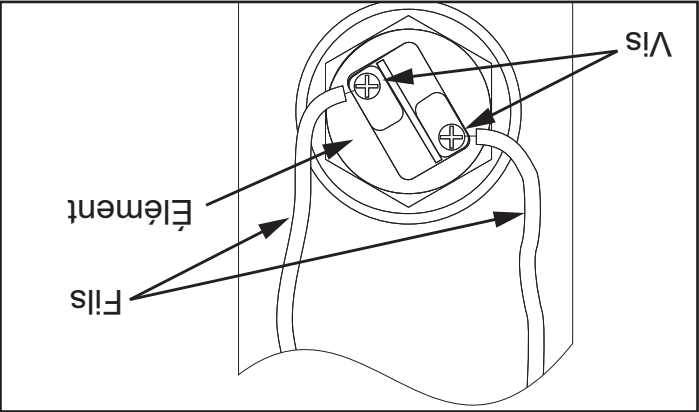
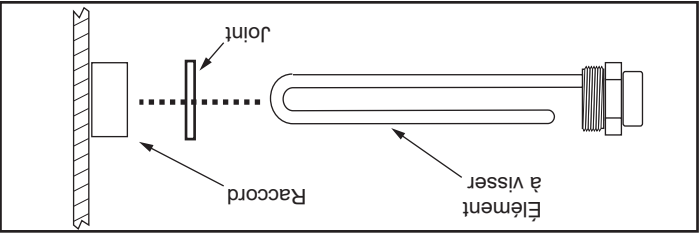

Figure 12. Câblage des éléments chauffants
Figure 13. Composants de l'élément chauffant
10. S'assurer que l'élément de recharge est de tension et puissance nominales et de forme correctes par rapport aux données de la plaque signalétique sur le chauffe-eau. Placer le(s) joint(s) (neuf(s)) sur l'élément et l'insérer dans le chauffe-eau (*Figure 13*). Serrer l'élément en le tournant à fond dans le sens des aiguilles d'une montre.
11. Fermer le robinet de vidange et ouvrir le robinet d'eau chaude le plus proche. Ouvrir ensuite le robinet d'arrêt d'eau froide et laisser la cuve se remplir complètement. Pour purger les conduites de tout excédent d'air et de sédiments, laisser le robinet d'eau chaude ouvert pendant trois (3) minutes une fois qu'un débit d'eau constant est obtenu.
13. Rebrancher les fils électriques sur l'élément et bien serrer les vis (*Figure 12*).
8. Débrancher les fils électriques de l'élément chauffant après avoir desserré les vis (Figure 12). Pour démonter l'élément chauffant, le faire tourner dans le sens inverse des aiguilles d'une montre avec une clé à douille de 1-1/2 po. Retirer le joint existant.